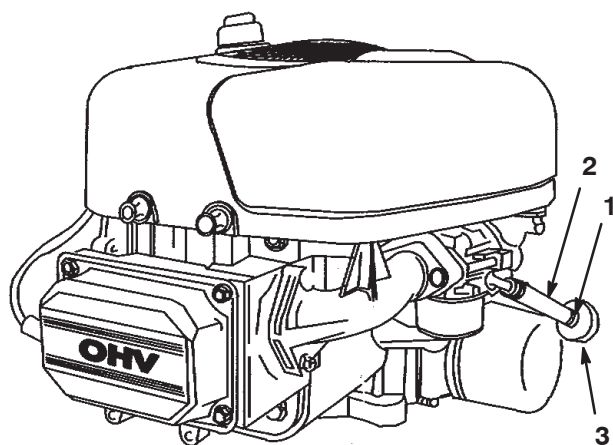

Figure 36
4. Desserrez le collier de serrage au niveau du filtre à carburant et repoussez-le le long de la conduite d'alimentation pour l'éloigner du filtre (Fig. 36).
5. Débranchez la conduite d'alimentation du filtre (Fig. 36).
7. Raccordez la conduite d'alimentation au filtre. Rapprochez le collier de serrage du filtre pour fixer la conduite d'alimentation (Fig. 36).
4. Pincez les extrémités des colliers et faites glisser ceux-ci pour les éloigner du filtre (Fig. 36).
6. Posez un filtre neuf et rapprochez les colliers de fixation du filtre (Fig. 36).